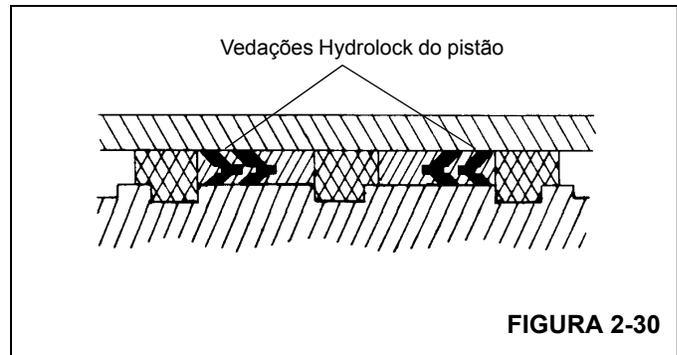

FIGURA 2-30
7. Instale as vedações Hydrolock de reposição na parte externa do pistão. Verifique se os dois "vês" nas vedações hydrolock apontam um para o outro (Figura 2-30).